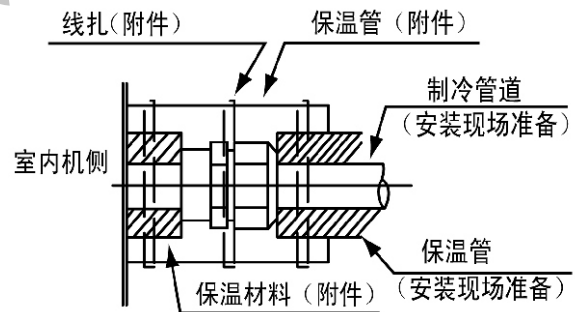

图6.1 管的保温
- (1) 确认截止阀已关闭。
- (2) 现场筹备管道。
- (3) 对于配管连接，用扳手拧紧纳子帽。
- (4) 连接完制冷剂管后，用工厂提供的保温管将制冷管道保温。见图6.1。